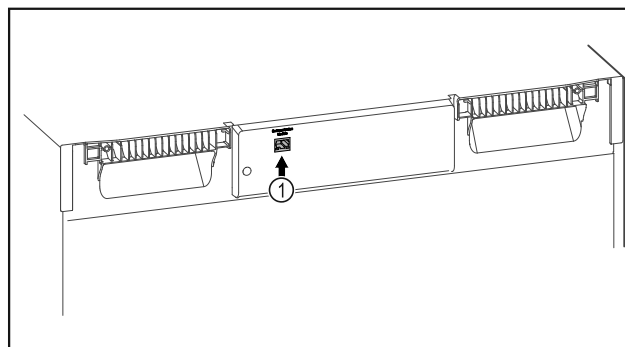

Fig. 99
- Je používán SmartModule Fig. 99 [1].